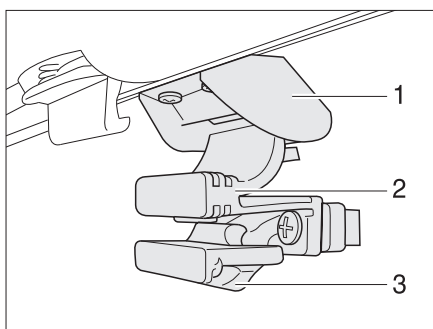

Fig. 51 Fenêtre dans la porte de cellule
- Pousser la sécurité (Fig. 51,3) vers le bas.
- Presser la poignée (Fig. 51,2) et faire glisser la fenêtre vers le bas.
- Faire glisser la fenêtre vers le haut jusqu'à ce que la poignée (Fig. 51,2) se verrouille dans le verrouillage (Fig. 51,1).